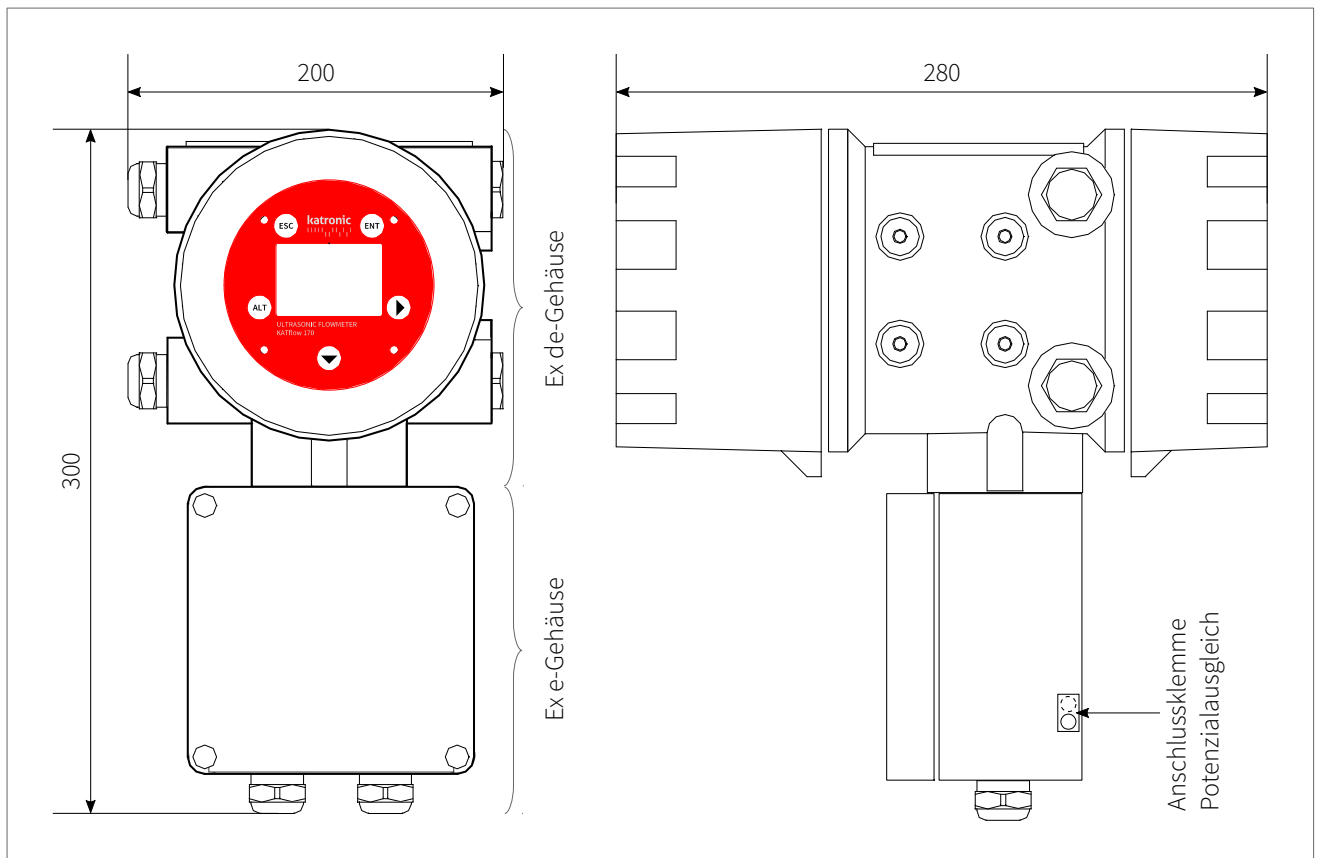
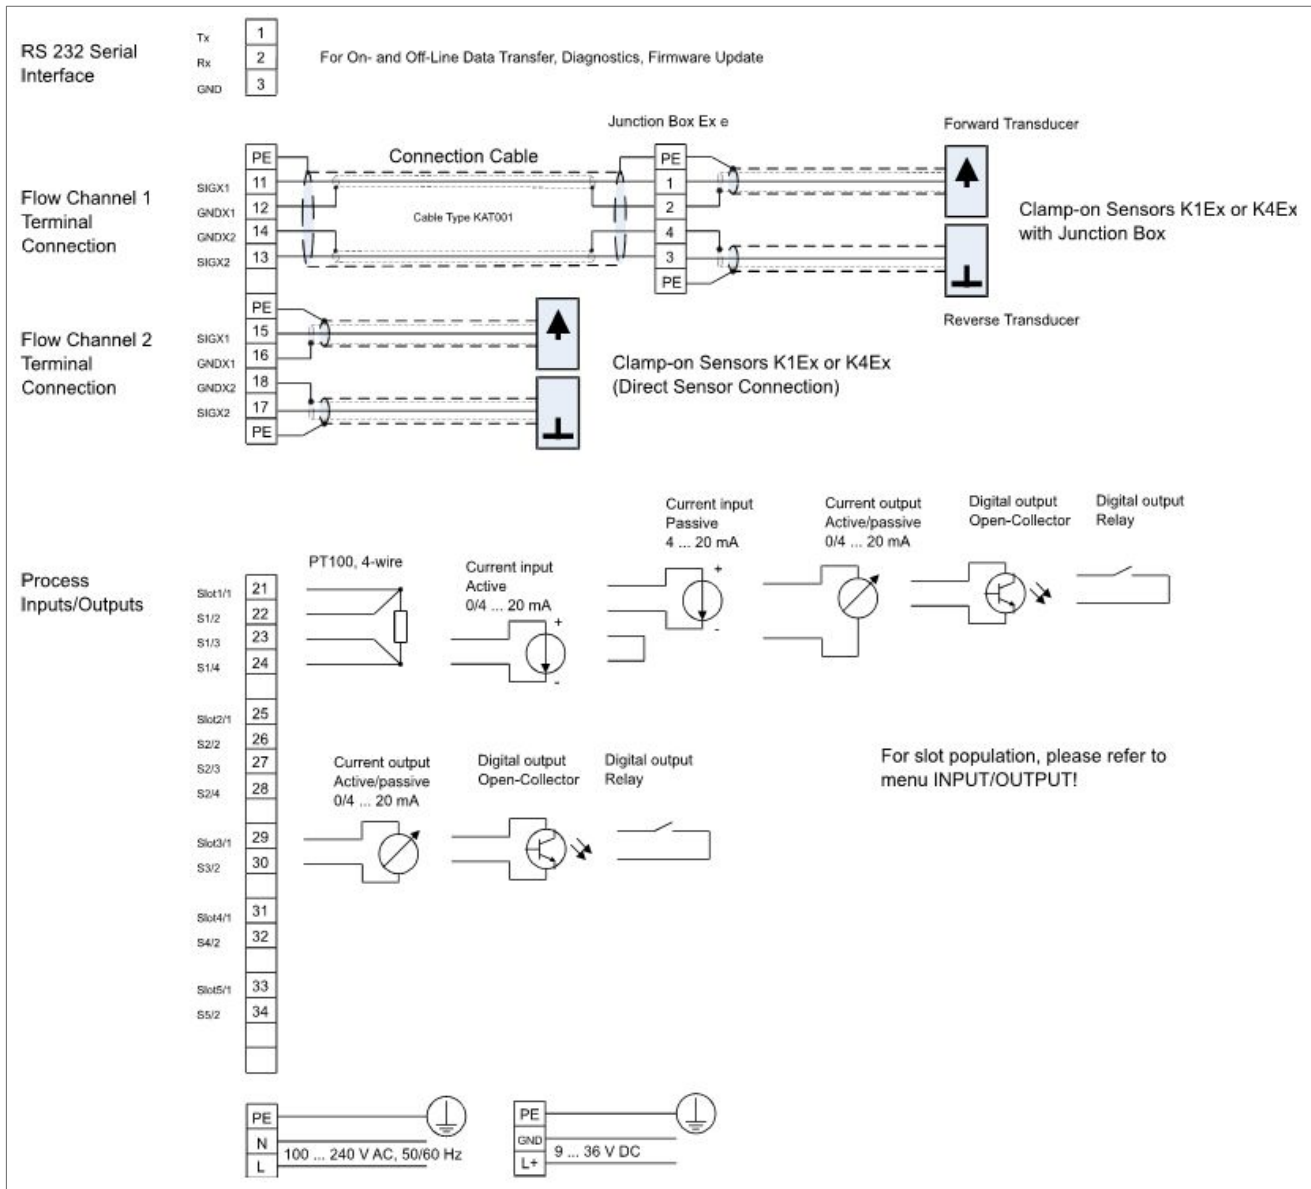

Abb. 12: Abmessungen KATflow 170
Abb. 13: Elektrischer Klemmenplan für den Durchflussmesser KATflow 170
Das Gehäuse des KATflow 170 besitzt zwei M20-Kabelanschlüsse zur Verbindung mit den Ultraschallsensoren (Ex e-Gehäuse, eckiger Teil des Gehäuses, siehe Abb. 12 und Tab. 5) und vier M20-Kabelanschlüsse für die Stromversorgung, die Datenübertragung und die Prozesseingangs- und Prozessausgangssignale (Ex de-Gehäuse, runder Teil des Gehäuses).
Der Durchflussmesser KATflow 170 muss stets in das Potenzialausgleichssystem des explosionsgefährdeten Bereiches eingebunden sein. Das explosionssichere Gehäuse des KATflow 170 besitzt eine äußere Schraubanschlussklemme, mittels der das Gerät vor Ort geerdet werden muss (siehe Abb. 12 und 13). Der Erdverbinder muss einen Mindestquerschnitt von 4 mm² (11 AWG) besitzen. Weiterhin ist zu beachten, dass der innere Erdleiter (PE) mindestens dem Leitungsquerschnitt des stromführenden Leiters (Phase, L1) entspricht (siehe Abb. 13).